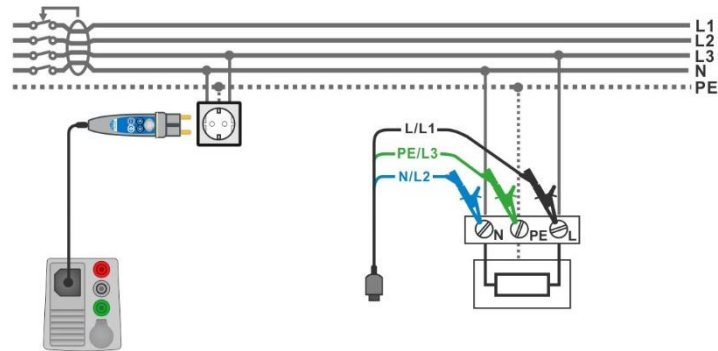

Abbildung 7.132: AUTO TN (RCD) Messung
- › Schließen Sie den 3-Leiter Prüfadapter oder den Commander Prüfstecker am Prüfling an, siehe **Abbildung 7.132**.